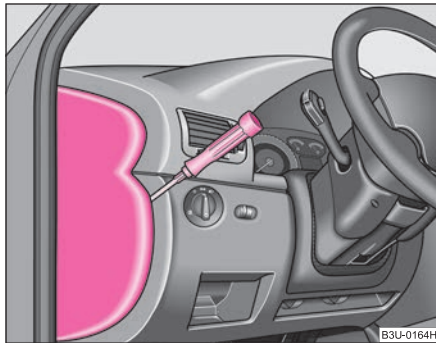

Fig. 201 Tabloul de bord, partea stângă: Capacul suportului de siguranțe
- Capacul suportului de siguranțe se îndepărtează cu ajutorul unei șurubelnițe ⇒ fig. 201.